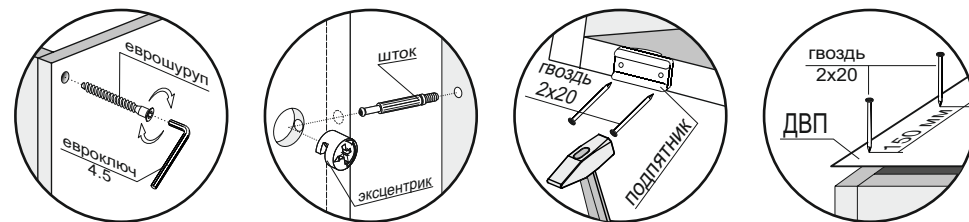

Рис.1
3. К боковинам (2,3) прикрутить направляющие шурупами 3,5х16 по наметкам (рис.1).
4. Соединить боковины (2,3) и стяжки (8) с помощью шкантов и еврошурупов. Затем стянуть боковины (1,2,3), стяжки (5,6,7) и цоколи (9) еврошурупами (рис.1).
5. Перевернуть изделие лицевой частью вниз и замерить диагонали секции (они должны быть равны: ± 2 мм). Прибить гвоздями 2х20 к боковинам (1,2,3) подпятники и ДВП (13) к задней стенке стола (рис.1).
7. К собранному изделию монтировать крышу (4) с помощью эксцентриков (рис.1).